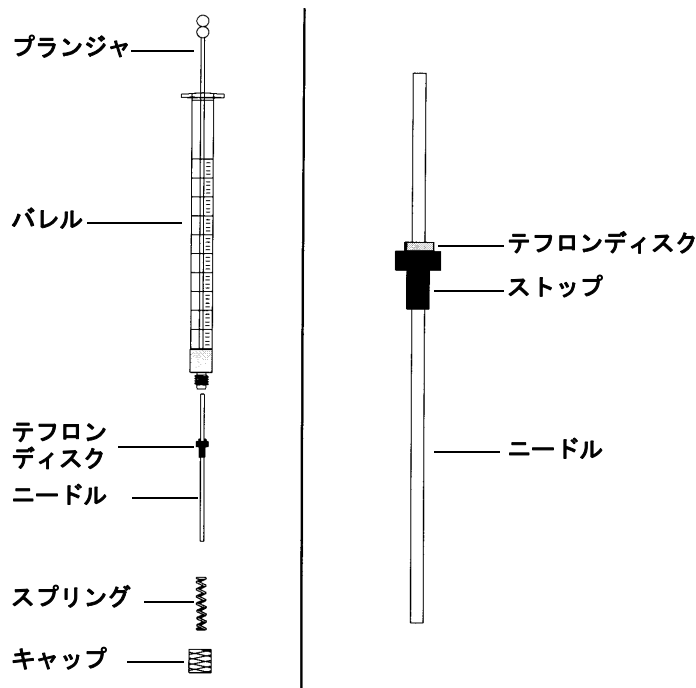

図 119 シリンジの部品
ニードルをシリンジバレルに挿入するには (図 119) :
- 2 ニードルにテフロンディスク (図 119) があることを確認します。シリンジバレルにテフロンディスクがない場合は、シリンジボックス内の説明書に従って、ニードルを自分でラップします。